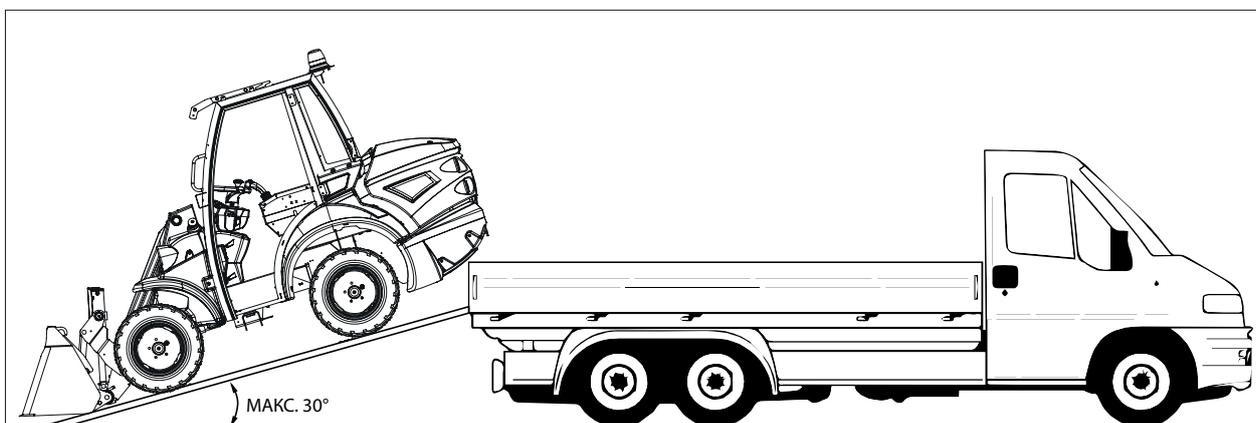

РИС. 16
- 9) Убедитесь, что машина закреплена на платформе транспортного средства с помощью тросов, ремней, колесных зажимов на точках крепления (РИС. 16 и РИС. 17 - Сс. 1).